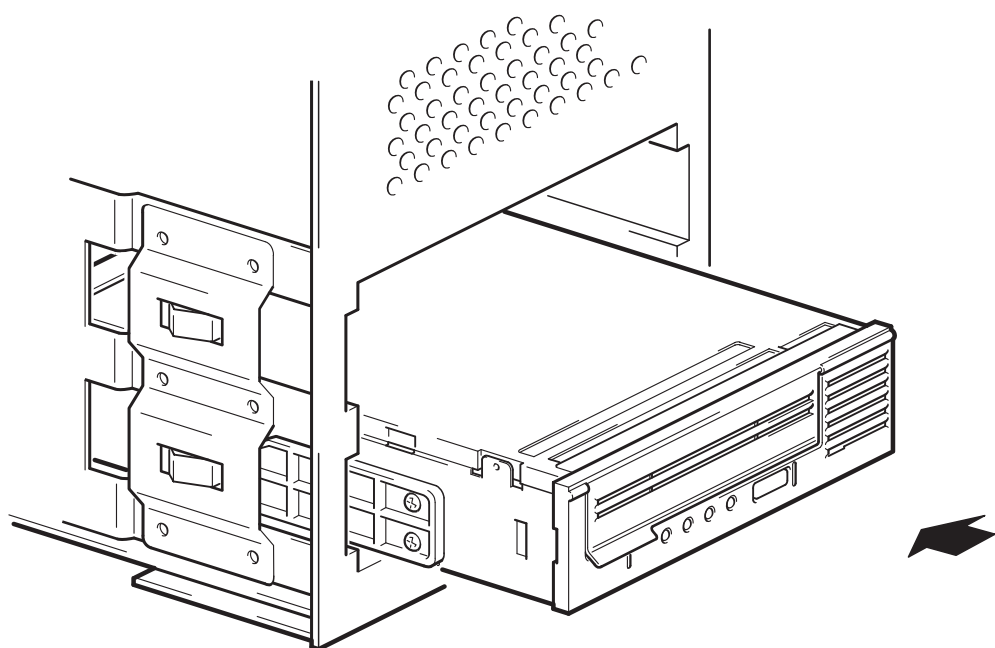

図 6: ドライブを取付ける
- 1 図 6 に示すように、ベイのスロットにあるトレイまたはレールに沿って、テープ・ドライブを空いているベイに滑込ませます。